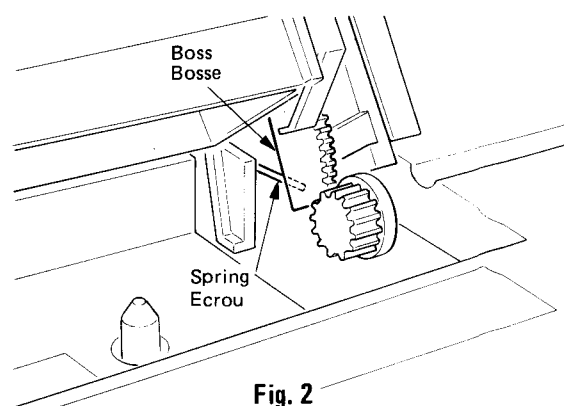

Fig. 2
### 2. Installing the Cassette Lid (For Only Cassette Lid Assembly) (Fig. 2)
- (1) Securely hook the boss of the cassette lid at the spring as shown in Fig. 2.
### 2. Installation du couvercle de cassette (Seulement pour l'ensemble de couvercle de cassette) (Fig. 2)
(1) Crochez soigneusement la bosse du couvercle de cassette à l'écrou comme montré sur Fig. 2.